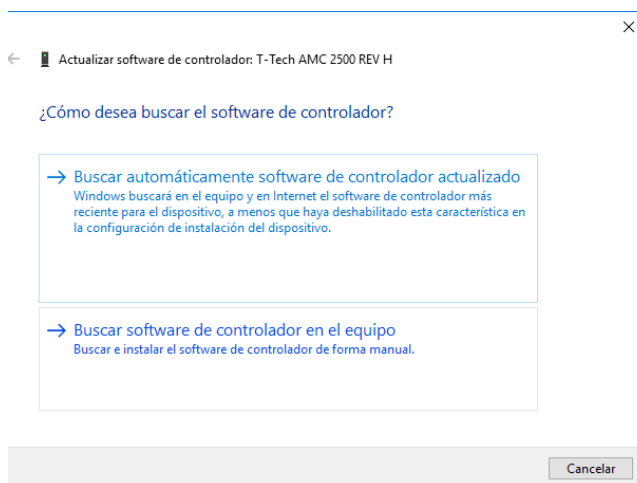

Figura 24. Actualización del controlador.
- ✓ Pulse la opción buscar software de controlador desde el equipo. Ver figura 24.